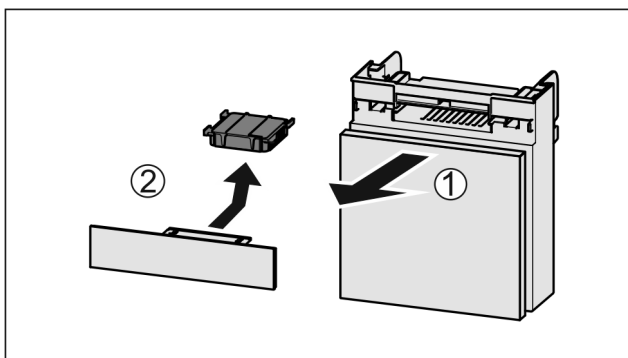

Fig. 254
- Τραβήξτε έξω Fig. 254 (1) το διαμέρισμα προς τα εμπρός.
- Αφαιρέστε το φίλτρο ενεργού άνθρακα Fig. 254 (2).